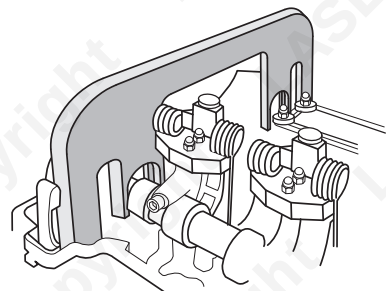

Fig. 1
Spécialement conçu pour s'adapter aux moteurs BMW N51 et N52. Il est conçu pour être utilisé pour bloquer les deux arbres à cames sur leur position de calage comme le montre la figure 1. Assurez-vous que le moteur est au PMH du cylindre n° 1 avec (E) en place.